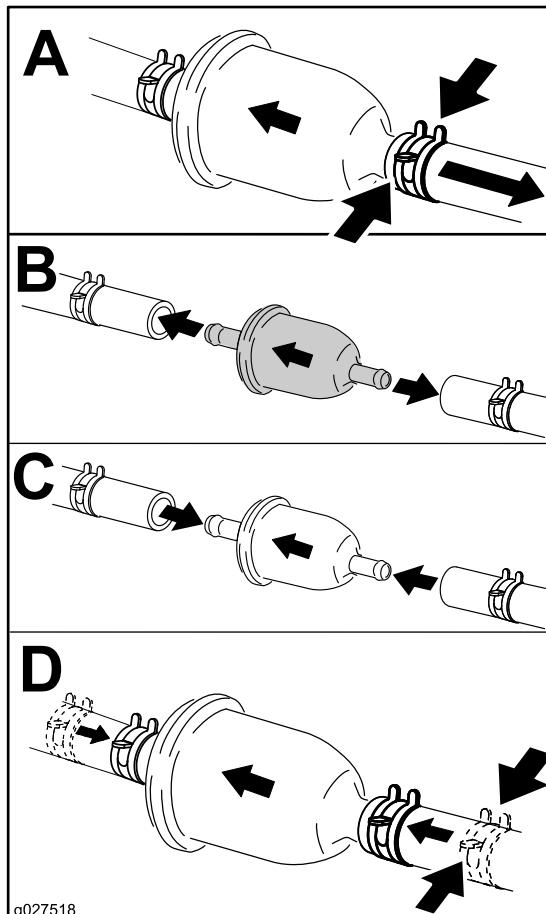

Figure 37
3. Remplacez le filtre à carburant en ligne (Figure 37).